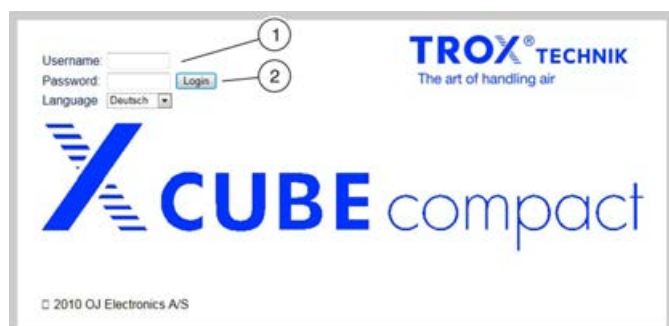

Fig. 20: Iniciar sesión en el servidor web
1. ▶ Introduzca su nombre de usuario (Fig. 20 /1).
3. ▶ Haga clic en «Login» (Fig. 20 /2).